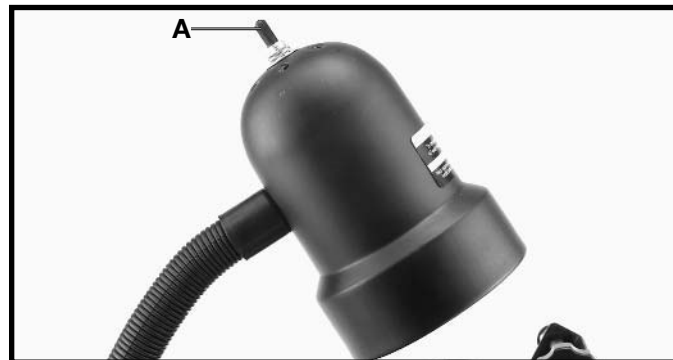

Fig. 11
La lámpara flexible funciona independientemente de la rectificadora. Para encender y apagar la lámpara, gire el interruptor (A) Fig. 11.